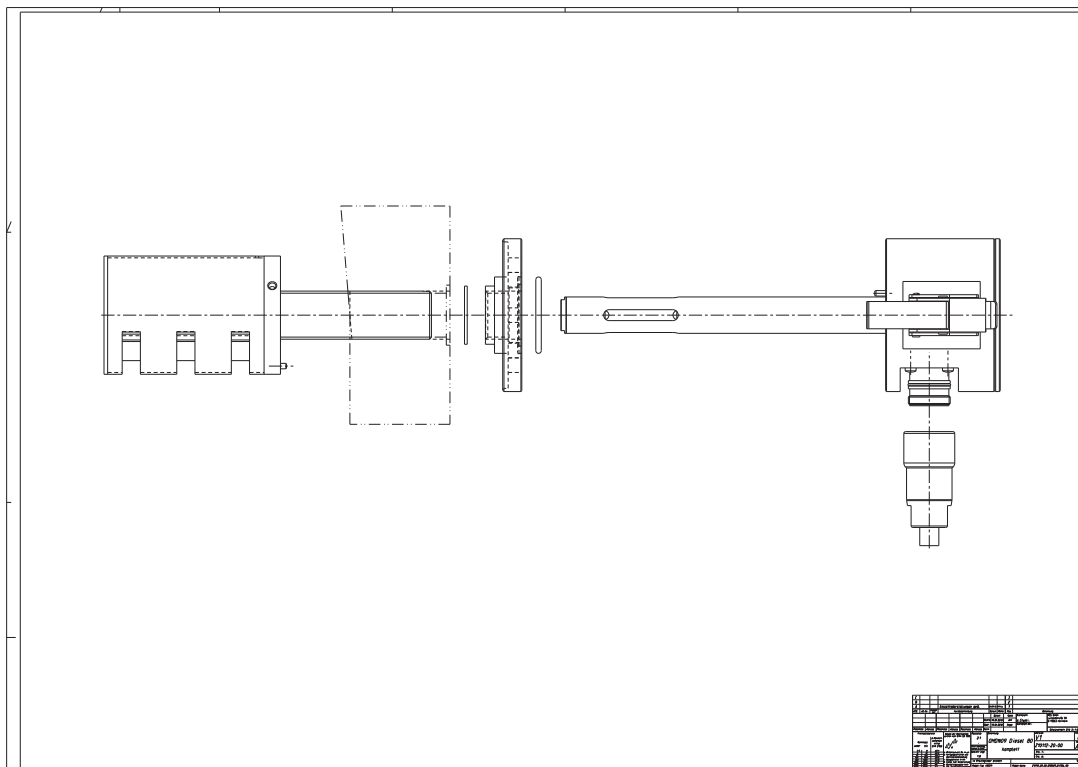

图 8.12. 安装第一步
- 从机箱内部把SOPS拧入孔中，直到16毫米的螺纹重叠外表面。TOP标记和切口向上。这个位置对与SOPS的正确工作很重要。见图8.12